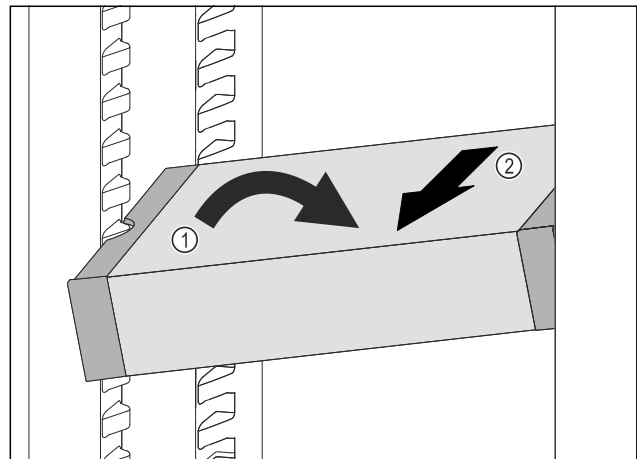

Fig. 98
- ▶ Встановити VarioSafe під кутом в охолоджувальному відділенні. Fig. 98 (1)
- ▶ Витягнути VarioSafe вперед. Fig. 98 (2)